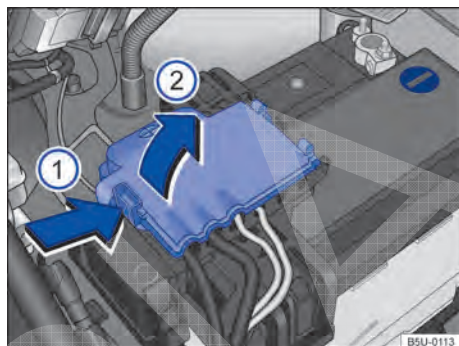

Fig. 151 Compartimento do motor: acesso ao terminal positivo da bateria.
- Abrir a cobertura do polo positivo. Para abrir pressionar a trava no sentido da seta → Fig. 151 ①, rebater a cobertura para o lado no sentido da seta ②.